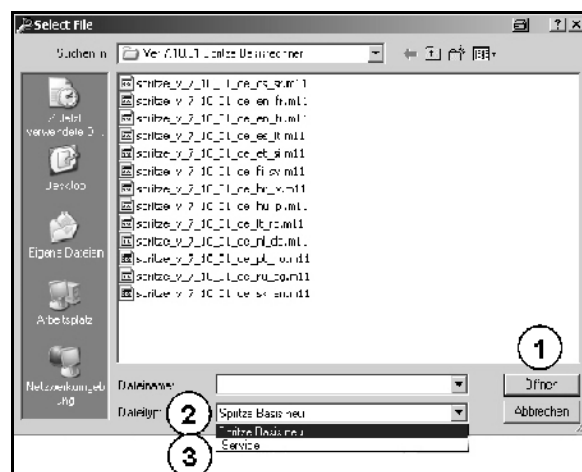

Fig. 7
→ Das Dateiauswahlfenster erscheint (Fig. 7).
- Rechnerbeschriftung (Fig. 7/2): bei Auswahl des Dateityps der Rechnerbeschriftung (Fig. 7: Beispiel „Spritze Basis neu“) werden nur Dateien angezeigt, die für diesen Rechner verwendbar sind. Ein Vertauschen der Software ist somit ausgeschlossen.
- Service (Fig. 7/3): bei Auswahl des Dateityps „Service“ ist es möglich jede Software des „Grundtyps“ auf den Maschinenrechner aufzuspielen (d.h. es könnte eine Hydraulik-Software auf einen Basis-Rechner aufgespielt werden. Diese Auswahl ist normalerweise zu vermeiden und nur zu verwenden, wenn Sie vom Kundendienst dazu aufgefordert werden.
- 4. Nach der Auswahl der Software bestätigen Sie diese mit Betätigung der Schaltfläche „Öffnen“ (Fig. 7/1).